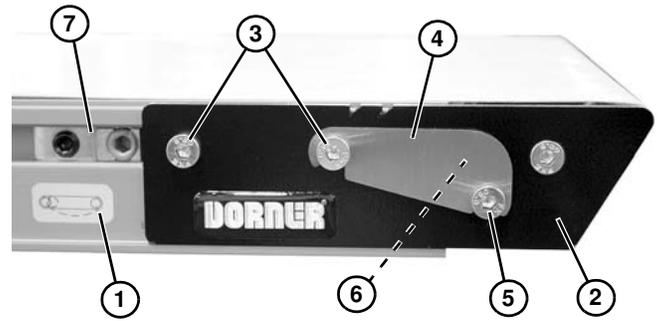

Figura 57
- En el extremo tensor del transportador, identificado con  una etiqueta (**Figura 57, artículo 1**), empuje e inserte el conjunto de la placa del cabezal (**Figura 57, artículo 2**):
- En ambos lados del transportador, afloje los tornillos de sujeción (**Figura 57, artículo 3**).
- Si el transportador está equipado con cubiertas antipolvo (**Figura 57, artículo 4**), afloje el tornillo (**Figura 57, artículo 5**) y quite las cubiertas antipolvo de ambos lados del transportador. Apriete el tornillo (**Figura 57, artículo 5**).
- Gire el engranaje piñón (**Figura 57, artículo 6**) para ajustar la placa del cabezal.
- Después de ajustar la tensión correctamente, apriete los tornillos de sujeción (**Figura 57, artículo 3**) en ambos lados del transportador a 7 Nm.
- Si se dispone de ellos, instale las cubiertas antipolvo (**Figura 57, artículo 4**).
- Si se dispone de conjuntos de seguimiento de leva (**Figura 57, artículo 7**), colóquelos sobre las placas del cabezal y ajuste el seguimiento de la banda. Consulte “Alineamiento de la Banda del Transportador” en la siguiente sección.